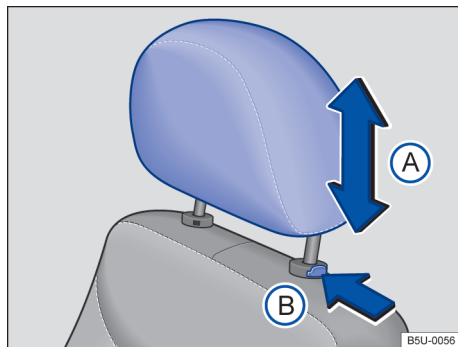

Fig. 60 Apoio para cabeça dianteiros: ajustar.
- Empurrar o apoio para cabeça para cima ou para baixo na direção da seta → Fig. 60 (A) → em *Introdução ao tema* na página 72.